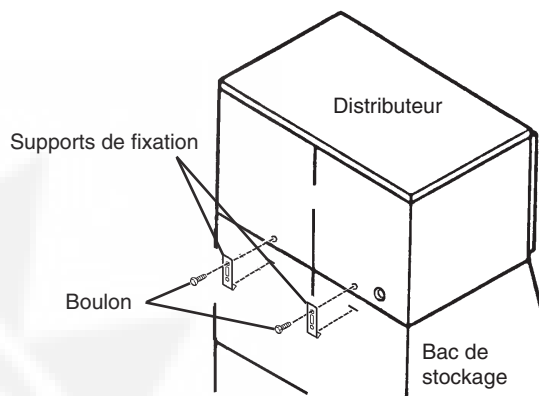

Fig. 2
- 4) Fixez la machine à glace sur le bac de stockage au moyen des deux supports de fixation et des boulons fournis. Voir Fig. 2.